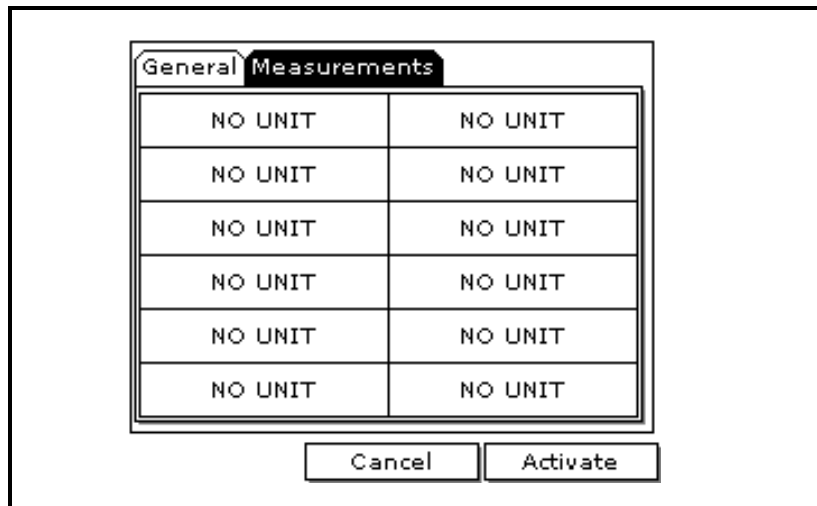

Figura 3-9: La ventana Log Measurements
2. Use las teclas de flecha para ir a la ficha **Measurements** y pulse [ENTER]. Aparece una pantalla similar a la Figura 3-9 a continuación.